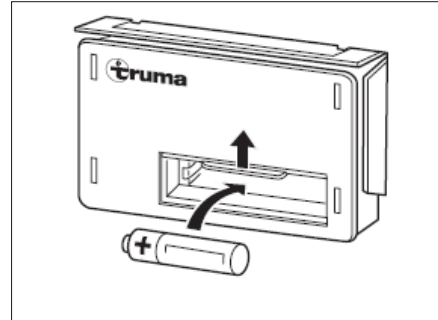

Bild 106 Batteribyte
- Skjut locket på automattändningens batterifack (Bild 106) uppåt.
- Sätt i ett nytt batteri av samma typ med polerna (+/-) åt rätt håll i automattändningens batterifack (Bild 106). Använd endast temperaturbeständiga (+70 °C) mignon-batterier, som inte kan läcka.